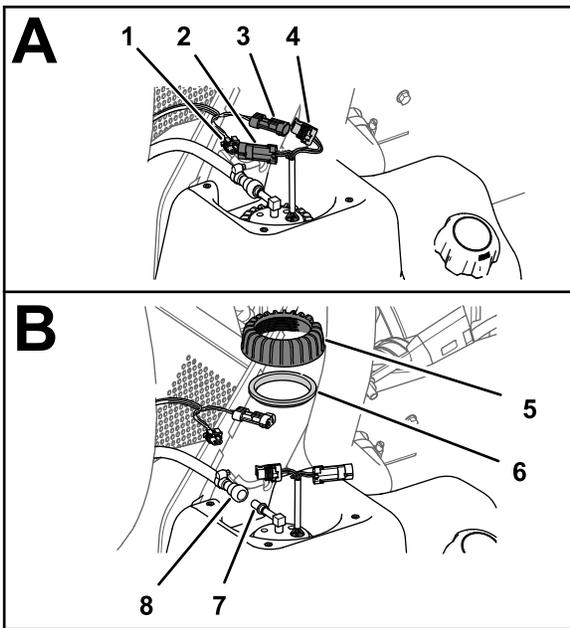

图 86
1. 从燃油泵/发送装置的 2 针接头断开机器线束的 2 插槽接头从燃油泵/发送装置的 2 插槽接头断开机器线束的 2 针接头 图 86。
2. 将燃油软管连接头的锁紧套滑离燃油泵/发送装置的接头并从该接头上拆下连接头和软管图 86。
3. 逆时针旋转燃油泵/发送装置的螺母拆下螺母和密封件图 86。